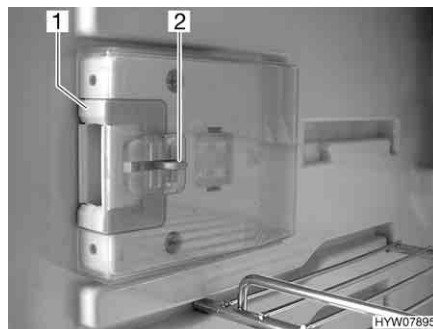
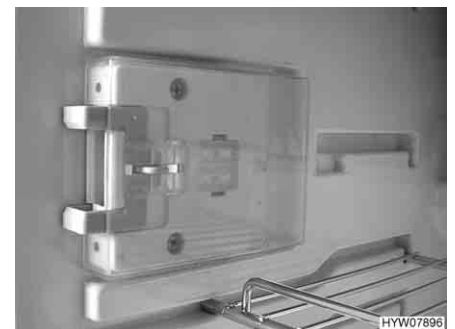

Fig. 142 Dispositif de fermeture en position normale
Fig. 143 Dispositif de fermeture en position de ventilation
- Presser le bouton de déverrouillage (Fig. 142,2).
- Pousser le dispositif de fermeture (Fig. 142,1) vers l'avant (Fig. 143).